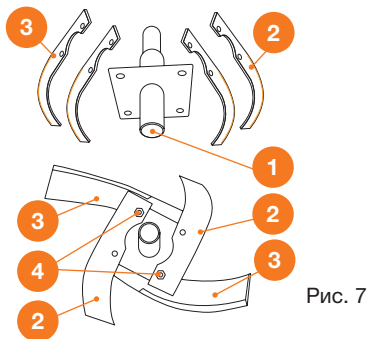

Рис. 7
- Подготовьте для сборки на каждый фланец осей **1** по два левосторонних ножа **2** и два правосторонних ножа **3** (Рис. 7).